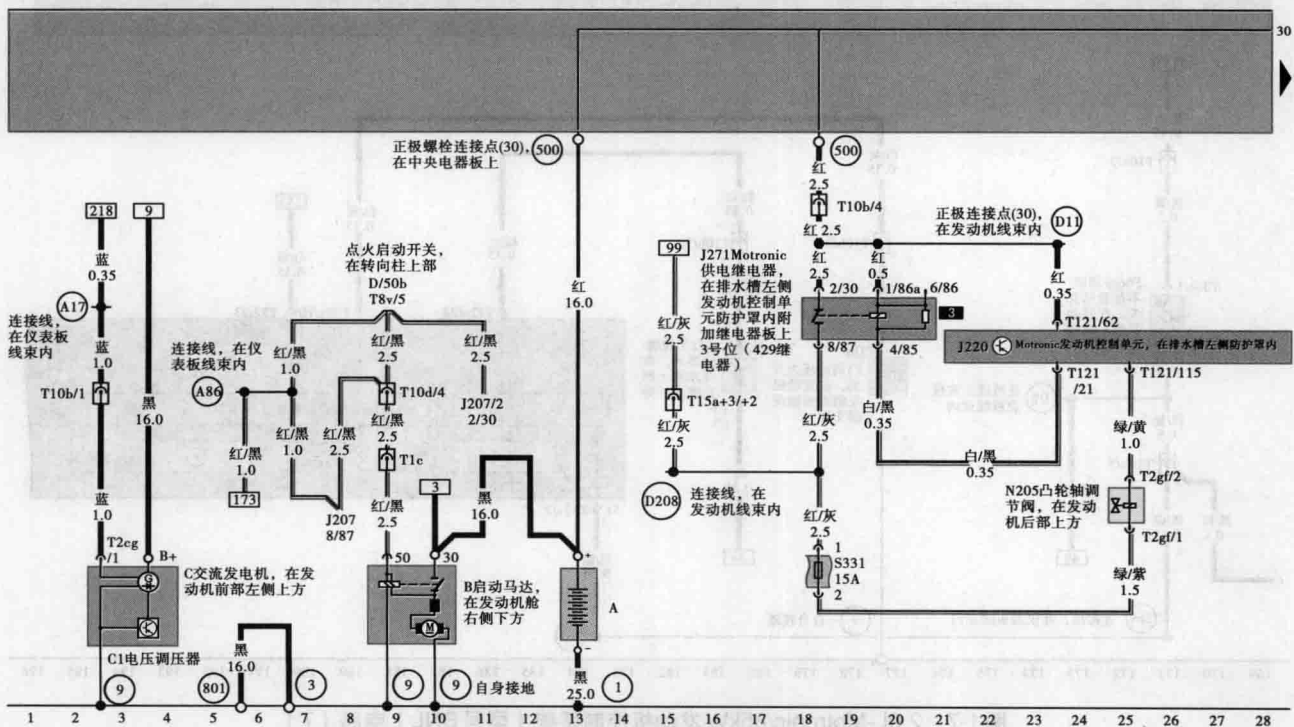

图 1-9 1.8T-Motronic/120kW 发动机控制系统 (型号 CED) 电路 (1)
1.8T-Motronic/120kW 发动机控制系统 (型号 CED) 电路如图 1-9 ~ 图 1-16 所示。